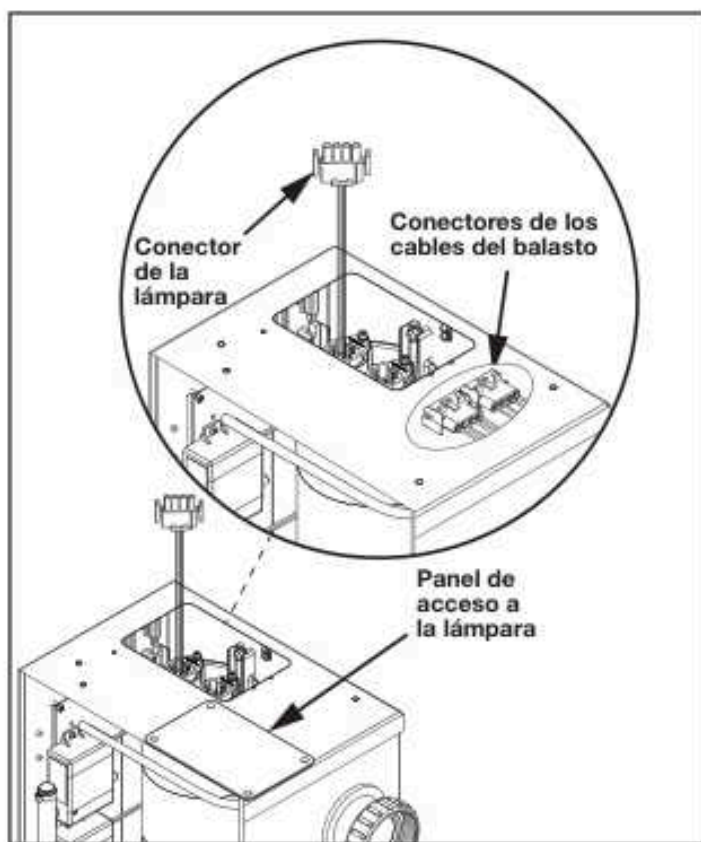

Figura 10. Acceso a la lámpara del reactor UV del sistema JAOPX500
10. Vuelva a conectar todo el cableado desde el sistema AOP Jandy hacia el balasto. Consulte la Figura 10.